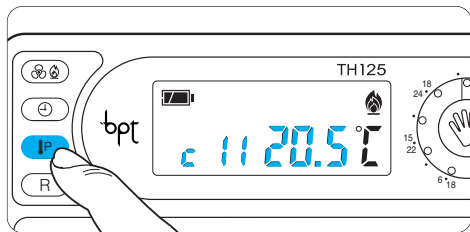

Fig. 42
13.1 - Premere il pulsante **IP** (fig. 42).